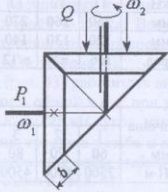

Рис. 47
4. Рассчитать коническую фрикционную передачу (рис. 47). Передаваемая ведущим колесом мощность P_1 , угловая скорость ω_1 и угловая скорость ведомого колеса ω_2 приведены в табл. 47.